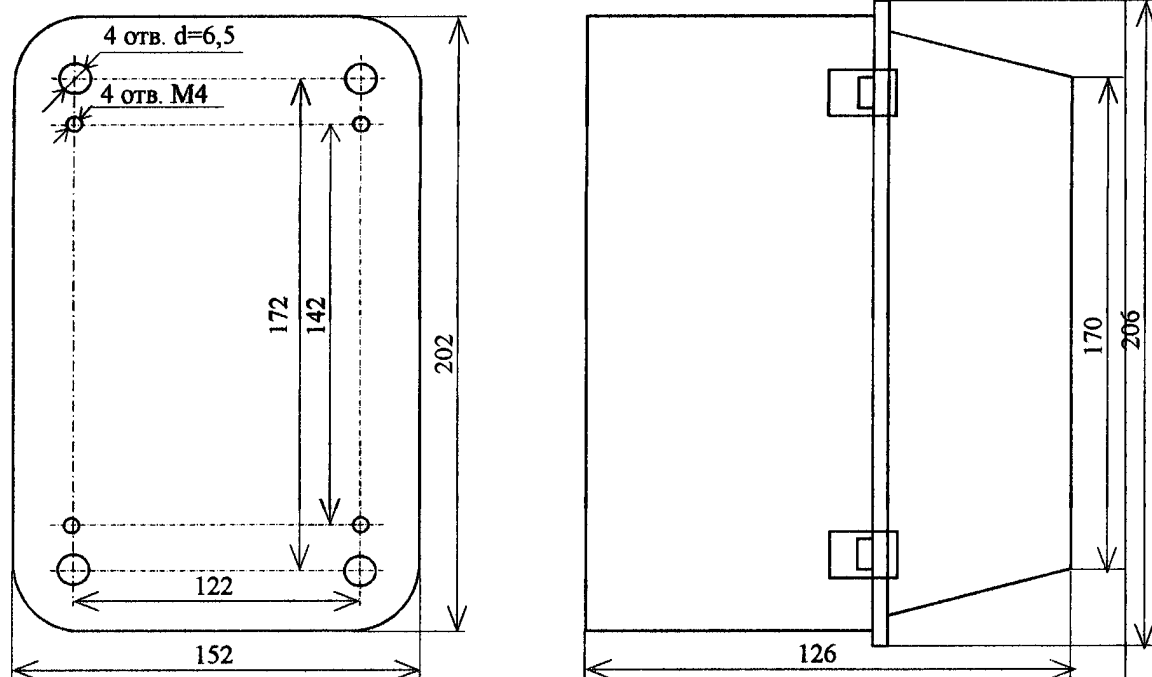

Рис. 5.1 Габаритные и установочные размеры пульта
5.1 Пульт должен быть установлен в хорошо освещенном помещении с сухим воздухом и незначительно изменяющейся температурой. Для монтажа пульта на вертикальном щите или панели делают сквозные отверстия (Рис.5.1). Для удобства обслуживания пульт должен находиться на высоте 1,2 – 1,6 м от уровня пола.